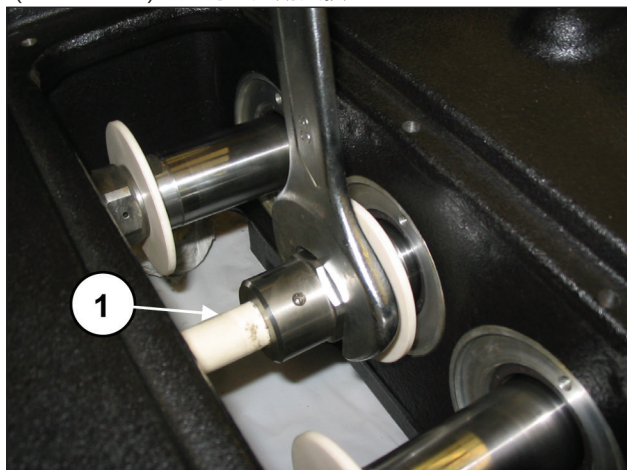
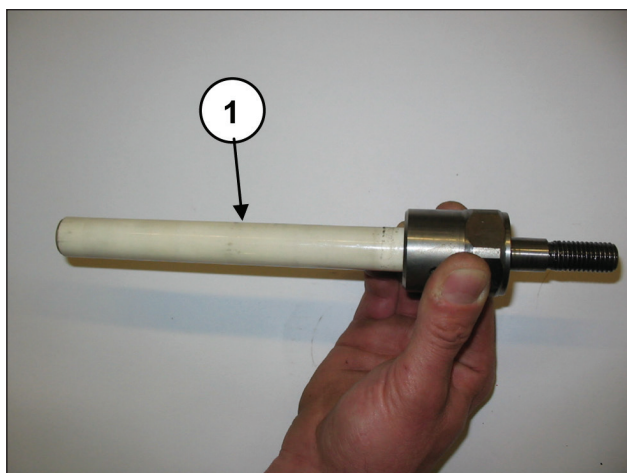

图 122
图 123
用叉式扳手拆除柱塞 (①·图 122)并检查它们的磨损状况 (①·图 123)。如有必要则更换。